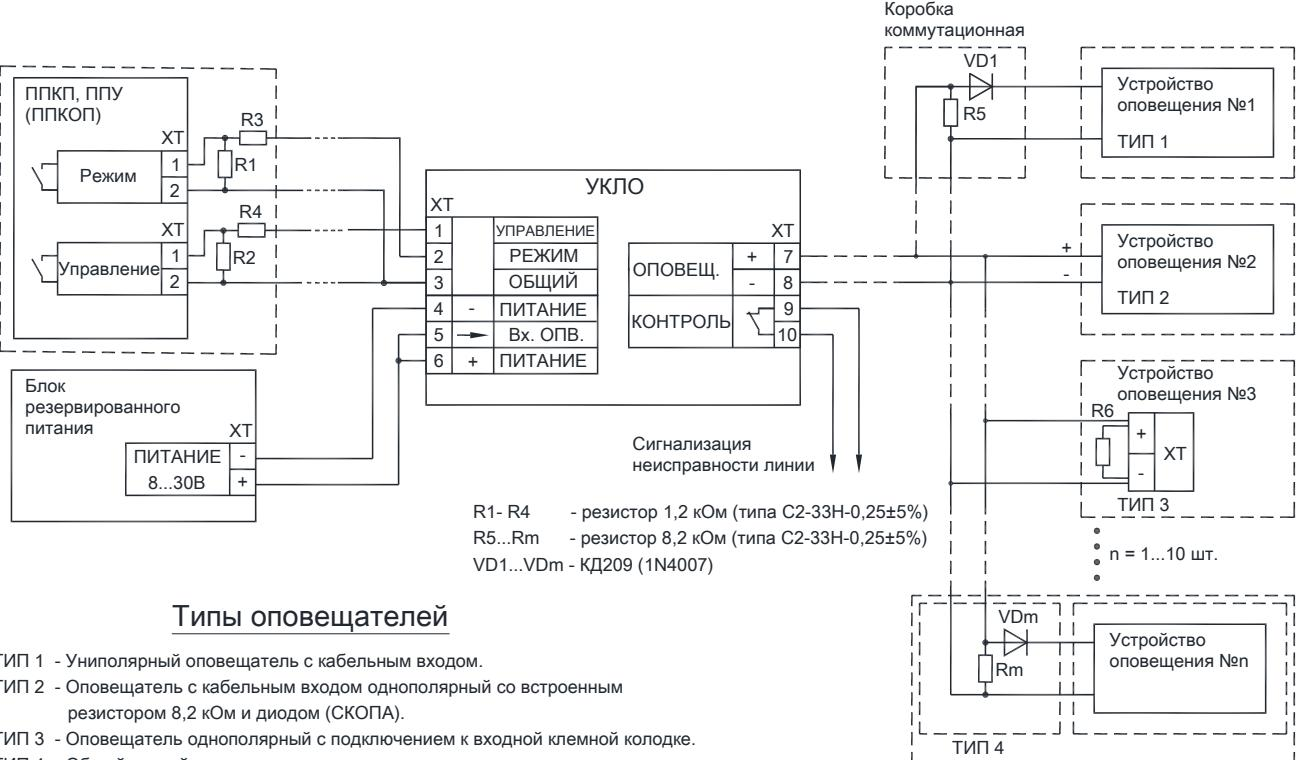

Рис. 2. Схема подключения УКЛО.
7.2 Произвести подключение по схеме согласно рис.2.
- в оповещателях СКОПА и ЗОВ указанные элементы имеются в составе оповещателя (см. рис. 2 Тип 2); при этом, если в резисторе нет необходимости (например, при линейном расположении оповещателя), он может быть отключен установкой дополнительного диода на входе.
- многие серийные УО имеют одностороннюю проводимость по входу питания; в этом случае диод допускается не устанавливать (см. рис. 2 Тип 3).
7.3 Дополнительные резистор и диод могут устанавливаться во вводном отделении УО непосредственно на контактах входной клеммной колодки (см. рис. 2 Тип 3).
При подключении оповещателей с залипым кабелем (типа СКОПА, ЗОВ) дополнительные элементы (дополнительные диоды при линейном расположении) должны устанавливаться в промежуточной коммутационной коробке, располагаемой как можно ближе к УО (см. рис.2 Тип 1).